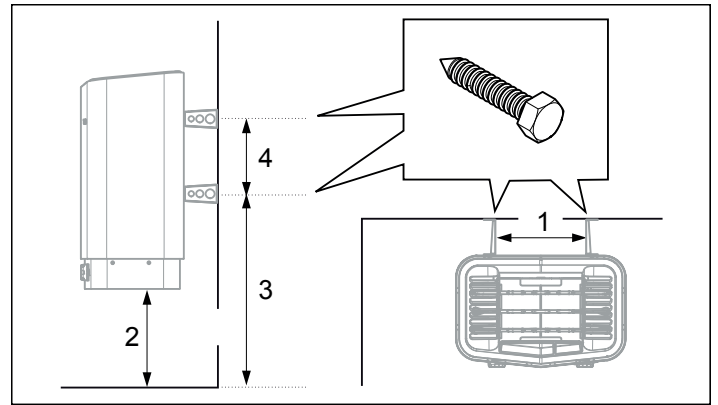

Рисунок 11: Определение размеров
- Разместите винты кронштейнов согласно указанным размерам, см. рис. 11.